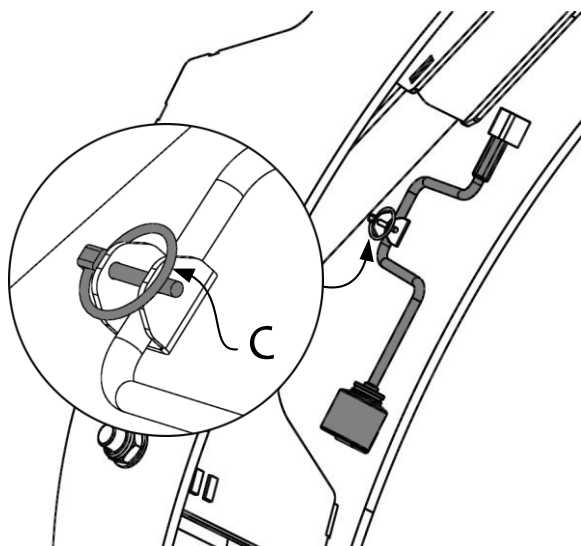
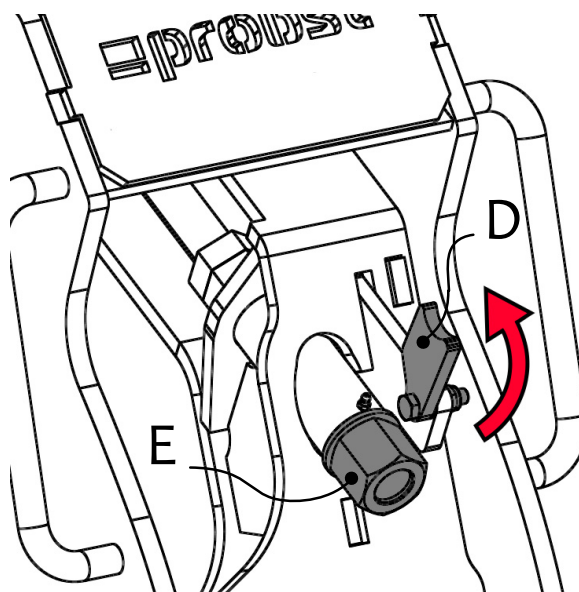

Abb. 2
Abb. 3
2. Den Klappsplint (siehe Detailbild in Abb. 2) an der Einstellkurbel (C) entfernen
3. die Einstellkurbel (C) am Gerät entnehmen (Abb. 2)
4. Verriegelungsklappe (D) an der Einstellschraube (E) nach oben drehen
5. Greifbereich auf das zu greifende Greifgut (Betonrohr) mit der Einstellkurbel (C) über die Einstellschrauben (E) einstellen (Abb. 3)
6. Verriegelungsklappe (D) an der Einstellschraube (E) nach unten drehen